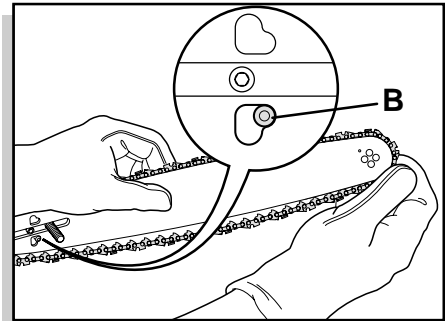

fig. 4
- Encaixe perfeitamente a corrente na barra de guia. Se necessário, force na ponta com o auxílio de uma chave de parafuso. É importante meter o pino tensor da corrente no respectivo orifício da barra (fig. 4).